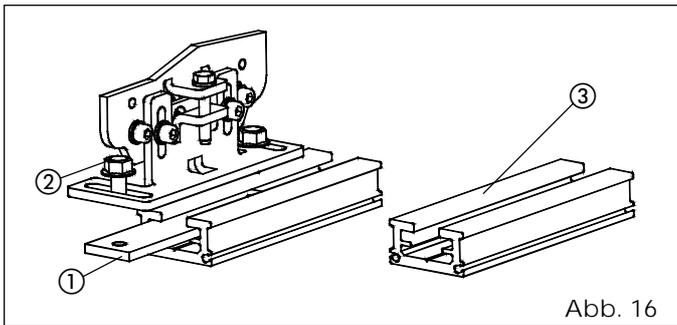

Abb. 16
- Das Profil für die Befestigung des Flügels (Zubehör, Abb. 16 - Bez. ③) mit Hilfe entsprechender Schrauben an der oberen Seite des Flügels montieren.
- Den Flügel mit Hilfe der mitgelieferten Platten (Abb. 16 - Bez. ①) und Schrauben (Abb. 16 - Bez. ②) an den jeweiligen Schlitten befestigen.